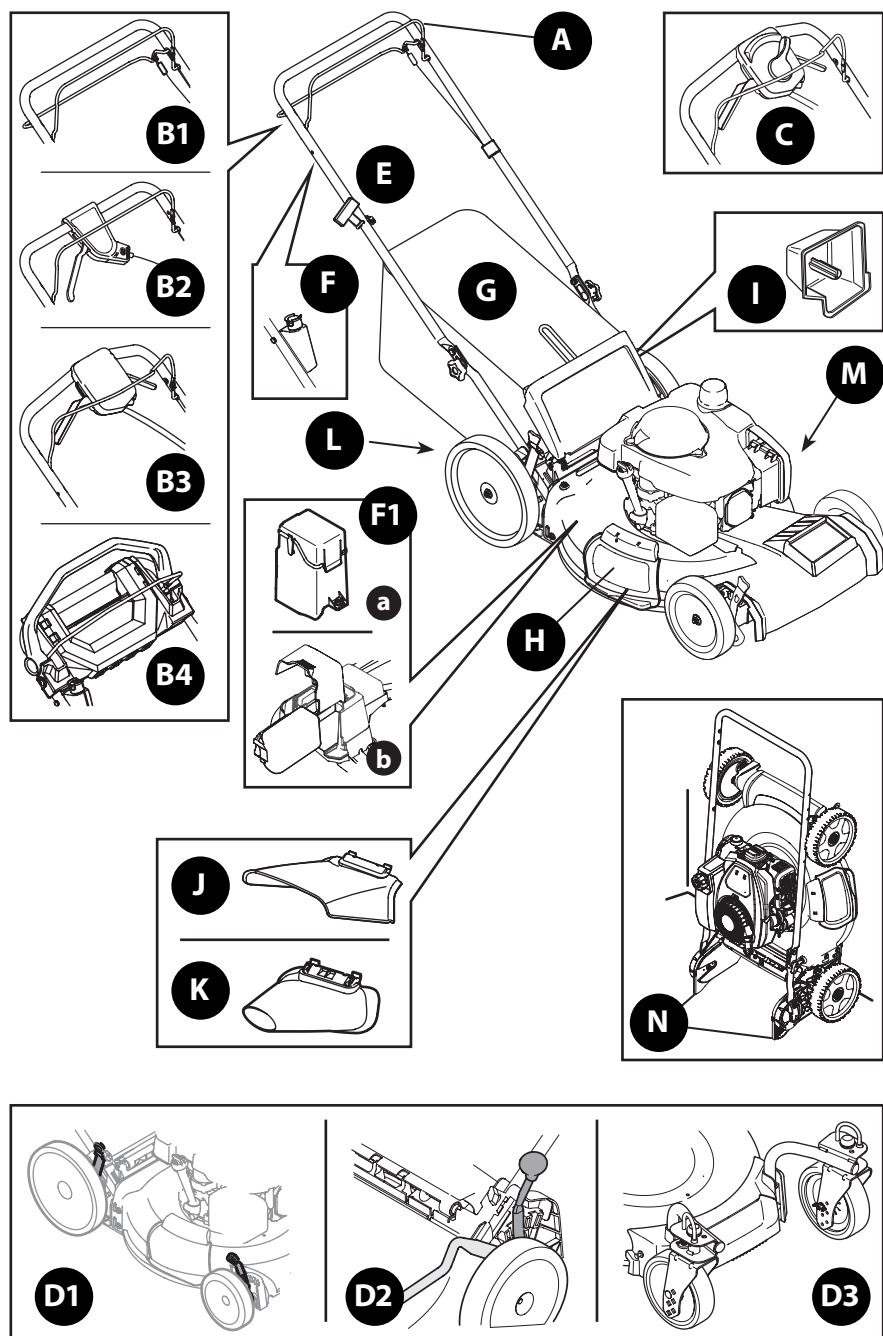

Figure 33
- Les tondeuses à démarrage électrique sont dotées d'une batterie dans un boîtier (a) ou d'une batterie amovible (b) (Figure 33 à la 62).